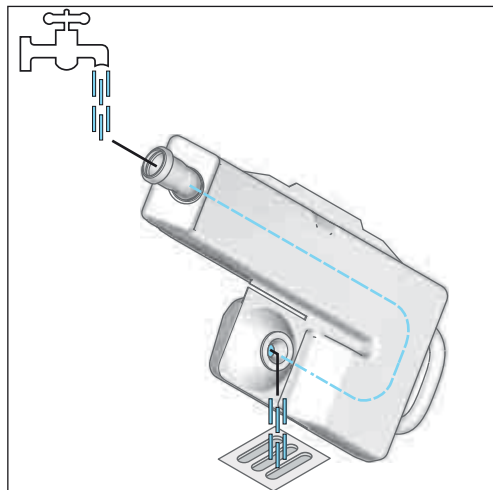

Figura 9-8 Risciacquare la scatola della condensa.
- Risciacquare la scatola della condensa con acqua corrente trasversale, fino a che non esce acqua pulita (figura 9-8). Per rimuovere i sedimenti, la scatola della condensa deve essere scossa.